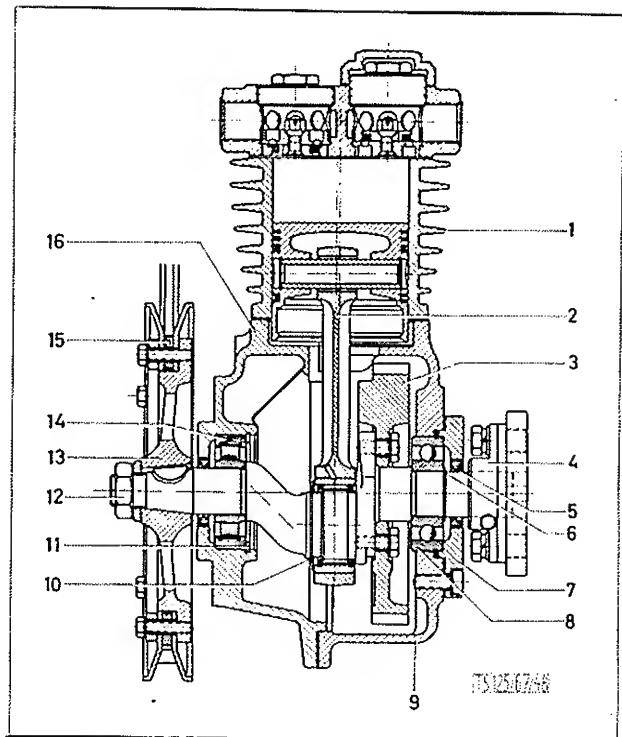

BILD 68 : Kompressor-Einbau
3. Nadellager in die Pleuelstange einpressen und mit Wälzlagerfett schmieren. Schlußscheiben und Pleuelstange gemäß Bild 68 auf die Welle pressen und mit Seegerring (68/10) fixieren. Rollenlager-Innenring (68/14) auf das vordere Ende der Kurbelwelle aufpressen.